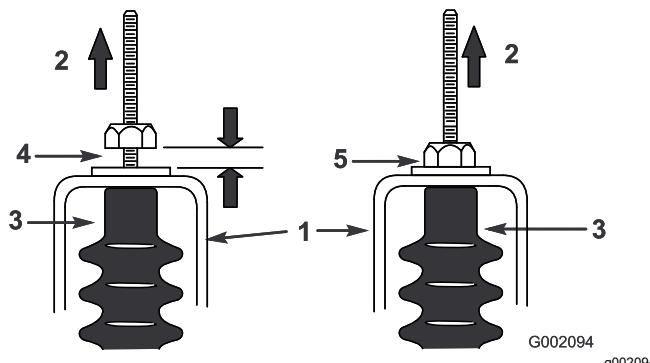

Bild 60
5. Ziehen Sie an jedem Schaltzug, um sicherzustellen, dass der Abstand zwischen der Mutter bzw. Scheibe und der Leeraufhalterung zwischen 0,76 mm und 1,52 mm liegt (Bild 60).